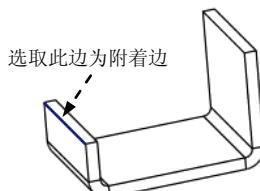

图 11.2.7 定义附着边
Step3. 选取附着边。在系统  选择一个边连到侧壁上。的提示下，选取图 11.2.7 所示的模型边线为附着边。